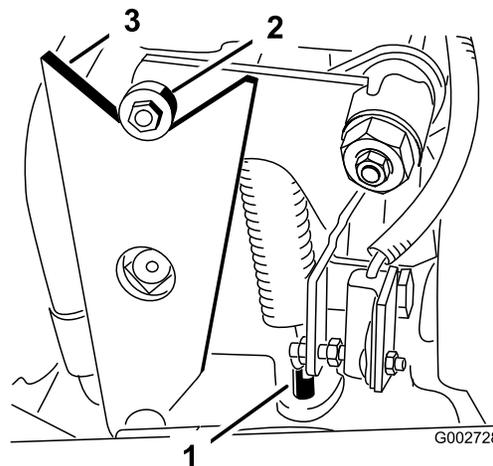

Figura 31
3. Allentate il dado di bloccaggio sul perno di regolazione della molla fino a quando il cuscinetto non si sposta liberamente dalla camma della leva (Figura 31), così che l'albero della pompa possa girare liberamente durante l'avviamento.